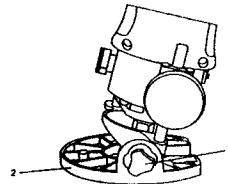

Fig. 17
1. Afloje ambas perillas de ajuste del bisel (3) desenroscándolas unas 2 veces en sentido contrario a las agujas del reloj (ver la fig. 17).
2. Incline la base de fresa (2) al ángulo deseado.